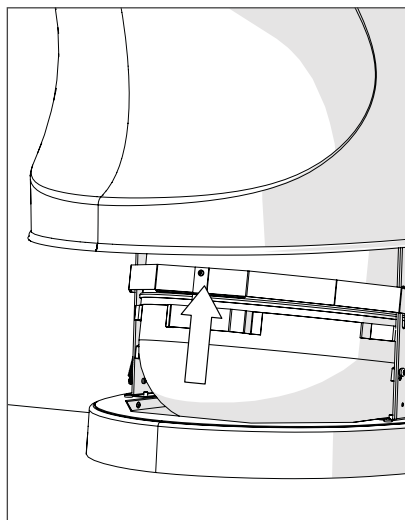

Abbildung 5
4. Lösen Sie die Verriegelungsfeder und heben Sie den Verriegelungsbügel vor dem Aschebehälter nach oben (Abbildung 5).